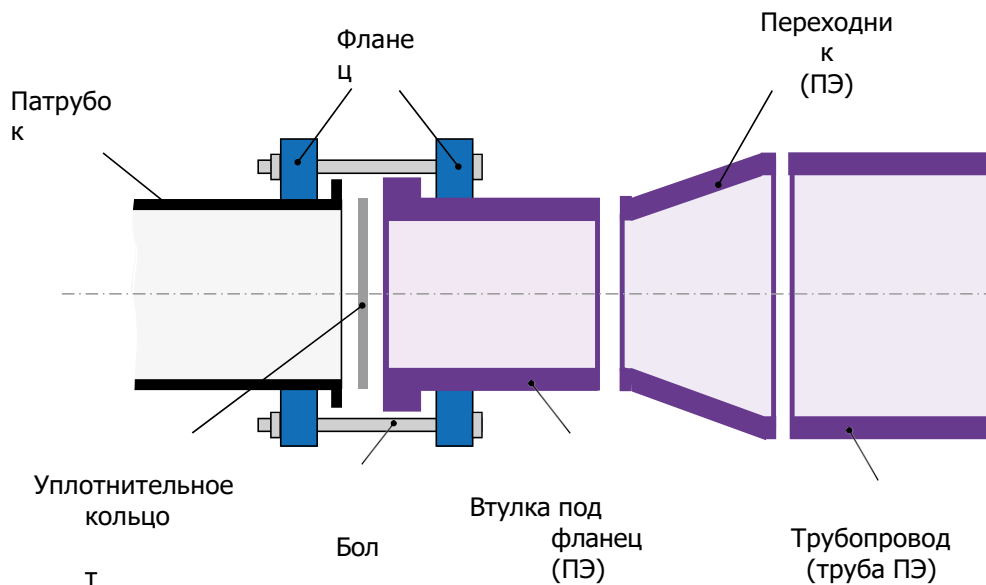

Рис. 10. Соединение с помощью фланцев
3. Патрубок из нержавеющей стали и труба внешней сети из ПЭ, соединённые с помощью фланцев. Схема стыковки показана на рис. 10.